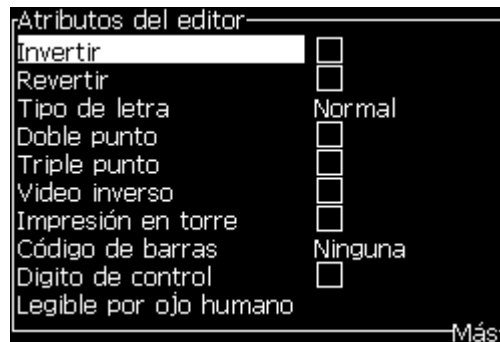

Figura 5-54: Menú Atributos del editor
- 1 Seleccione *Atributos en línea* en el menú *Editor* (pulse ALT + E). Aparecerá el menú *Atributos del editor* (consulte Figura 5-54 en la página 5-64).